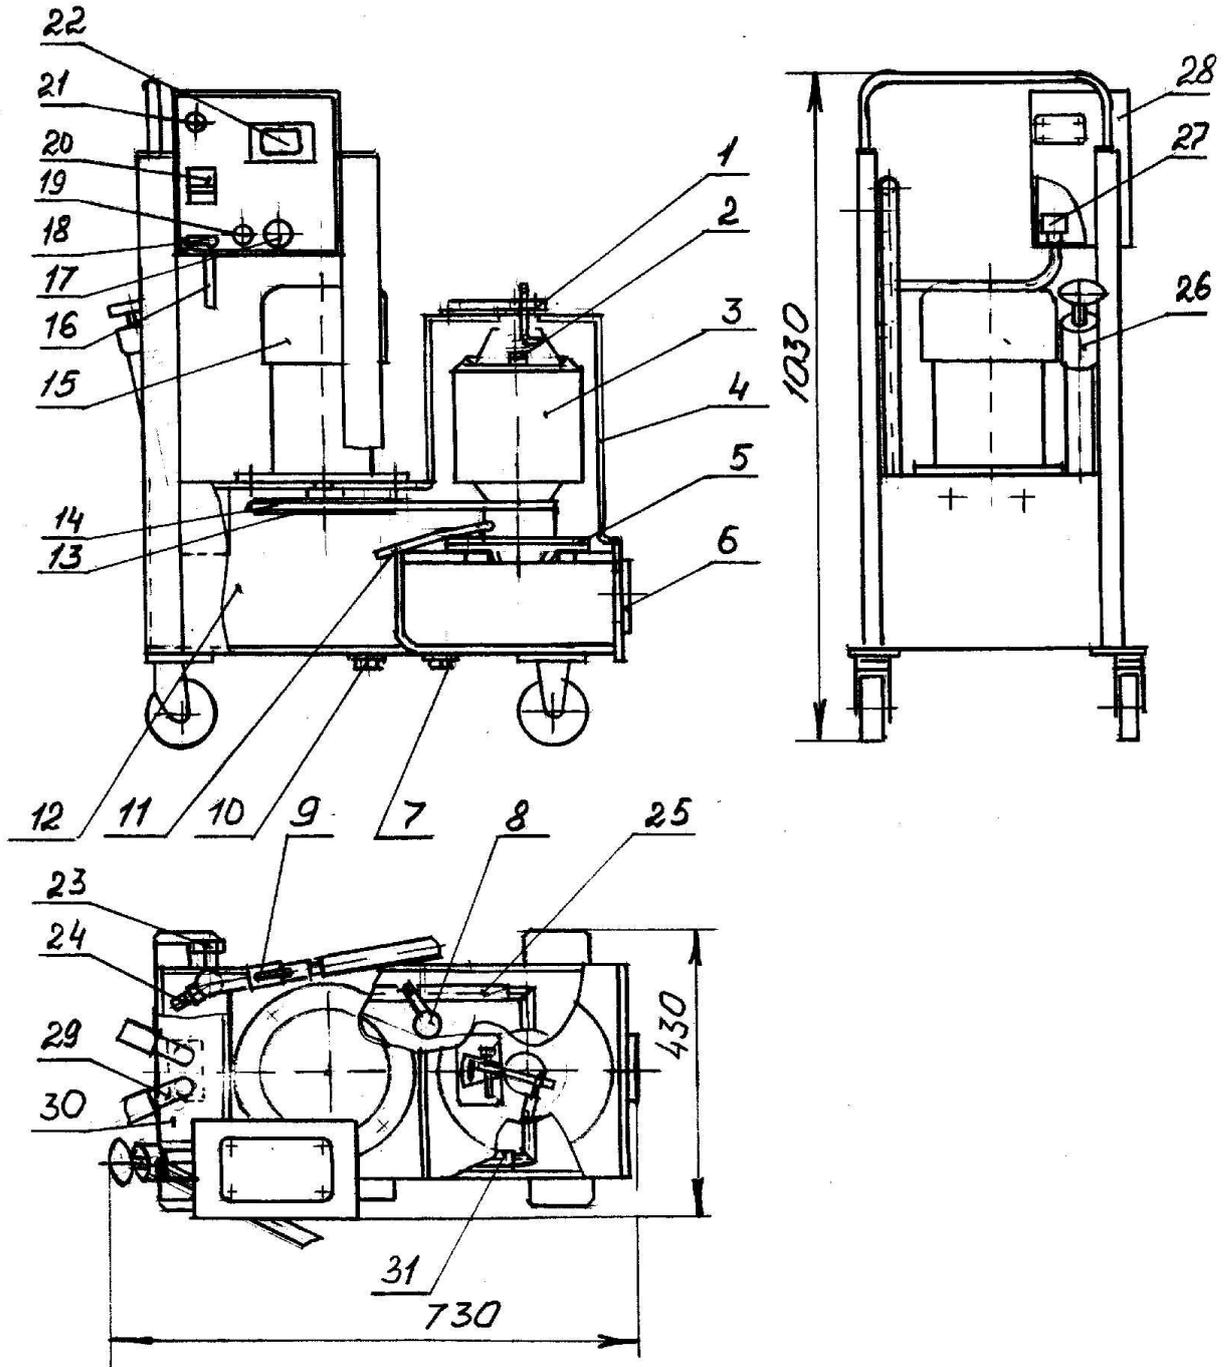

Рис. 4.1
4.1.1. Корпус стенда выполнен несущим. В корпусе имеется отсек - грязеотстойник герметично закрытый крышкой 6 (рис.4.1) и патрубком в нижней части для слива жидкости. Патрубок герметично закрыт резьбовой заглушкой 7.
4.2.10. Возможные утечки торцевого уплотнения накапливаются в кольцевой полости 13 и по трубке 19 (трубка 11 на рис.4.1) направляются в сборник утечек.